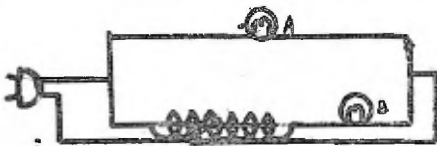

FIG. 9.
c) Fig. 9.- Se enchufa y desenchufa el contacto, y se nota que el